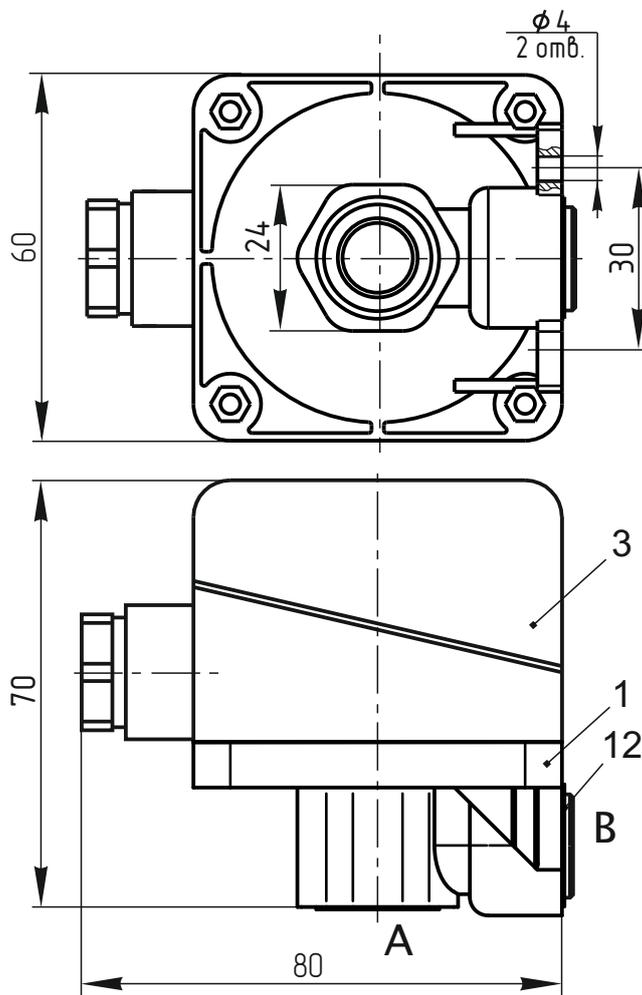

Рис. 2
3 Основные технические данные и характеристики приведены в таблице 1. Габаритные и присоединительные размеры приведены на рис. 2.
4.2.4 Для подвода давления используется отверстие А или В (Рис.2). Если свободное отверстие не используется, его необходимо плотно закрыть заглушкой 12.